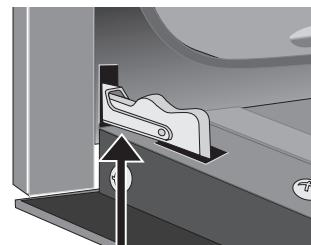
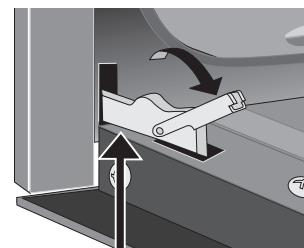

Figure 44 : Verrou de charnière de porte
Figure 45 : Charnière en position déverrouillée
2. Relevez complètement les verrous des charnières de gauche et de droite du cadre de la cuisinière vers la porte du four (Voir Figure 44). Vous pourriez avoir besoin d'un petit tournevis à tête plate pour déverrouiller la charnière (Figure 45).
4. Poussez les verrous des charnières de droite et de gauche vers le haut et dans le cadre du four jusqu'à ce qu'ils soient en position verrouillée (Voir Figure 44).